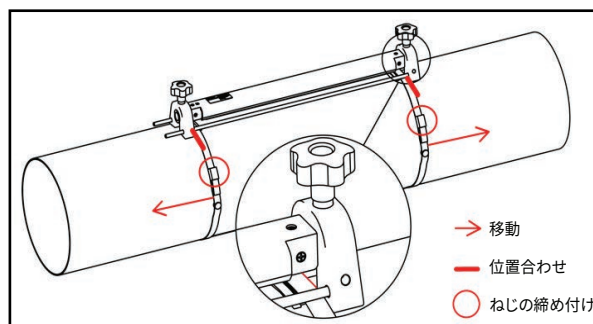

図 11：1 個のクランプ治具を使用したトラバース数が 2 となる設置
- c.** 管に治具を当てて保持し、治具上で取り付けストラップを移動させます。次に、ストラップのねじを締め、ストラップが治具上の所定位置にしっかりと固定されていることを確認します（以下の図 11 を参照）。